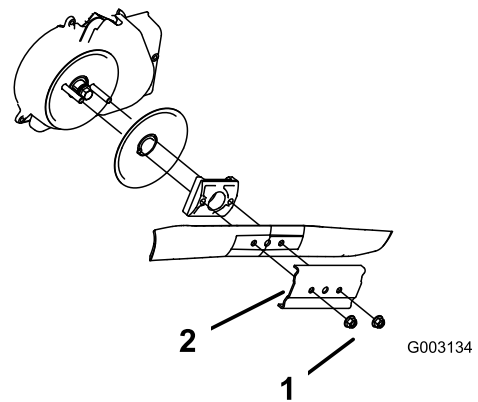

Figure 44
3. Retirez les 2 écrous de la lame et le renfort (Figure 44).
4. Déposez la lame (Figure 44).
5. Posez la nouvelle lame (Figure 44).